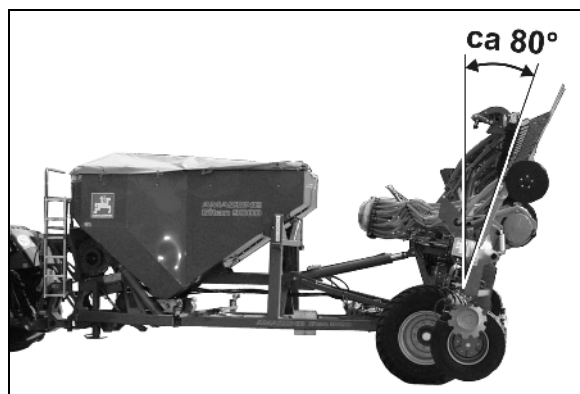

Bild 111
- Fäll in bakramen till en lutning på ca. 80° (Bild 111).